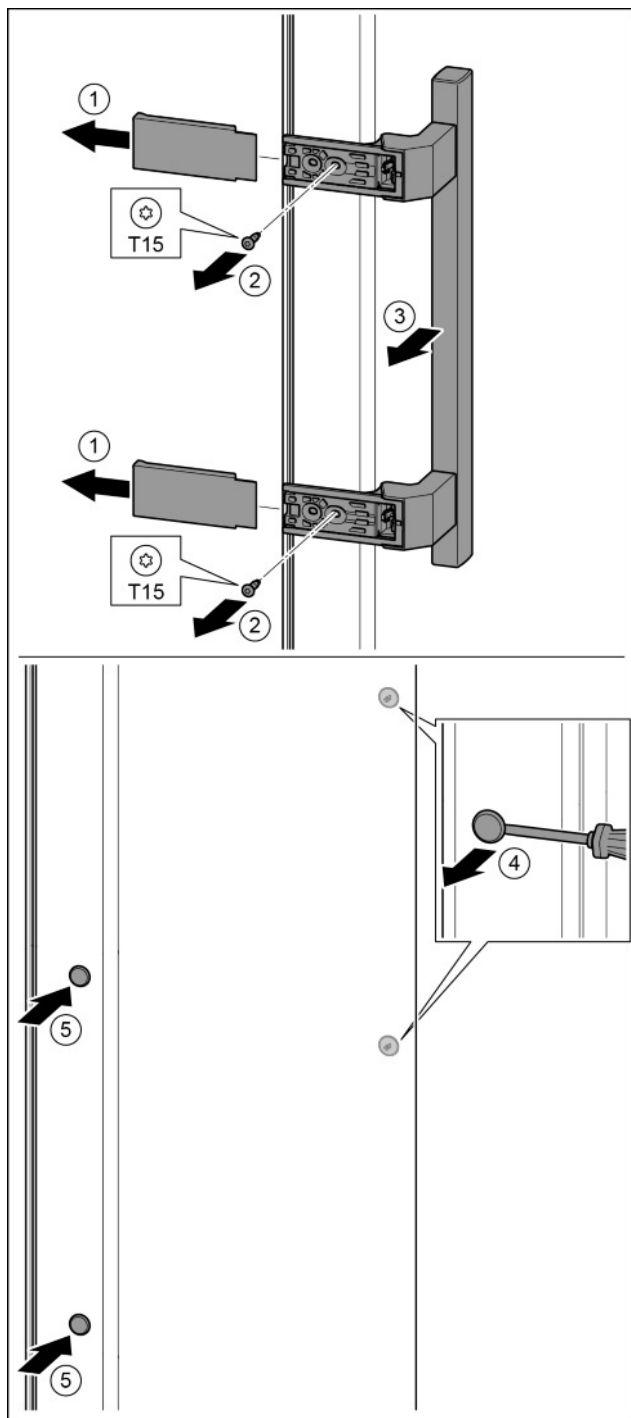

Fig. 14
- u Retirer le cache. Fig. 14 (1)
- u Desserrer les vis avec un tournevis T15. Fig. 14 (2)
- u Déposer la poignée. Fig. 14 (3)
- u Soulever délicatement le bouchon latéral avec un tournevis plat et le sortir. Fig. 14 (4)
- u Remettre en place le bouchon de l'autre côté. Fig. 14 (5)